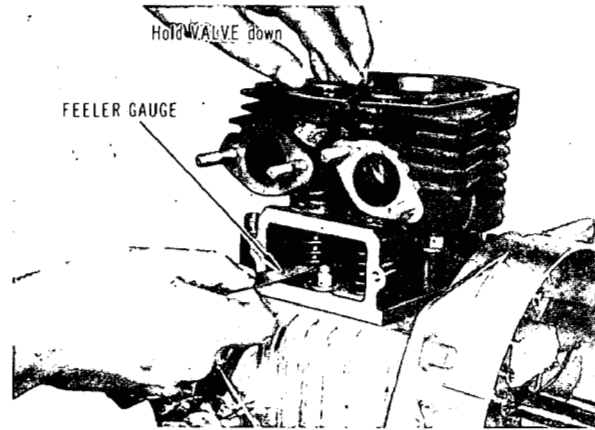

Fig. 6-3-5
6) ADJUSTING TAPPET CLEARANCE (Fig. 6-3-5)